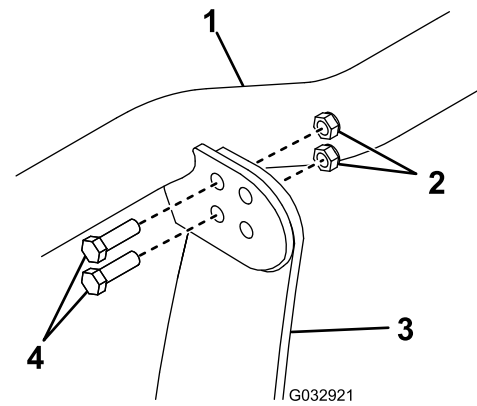

Bild 10
- Befestigen Sie die Scheinwerferleiste mit vier Schrauben ($\frac{3}{8}$ " x $1\frac{1}{4}$ "") und selbstverriegelnden Muttern ($\frac{3}{8}$ "") durch die hinteren Löcher oben an der Kupplungssäule (Bild 10). Ziehen Sie die Schrauben mit 31 N m an.